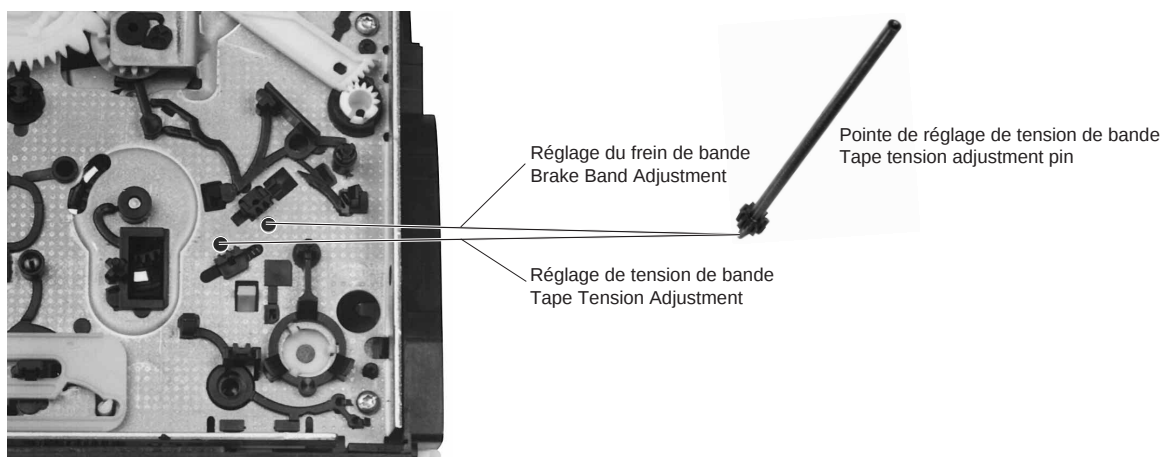
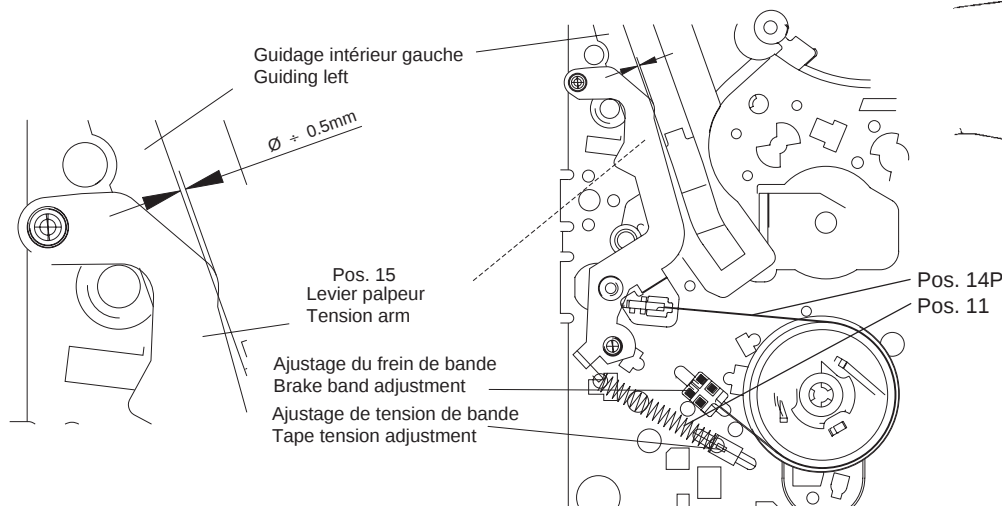

Fig. 26
Fig. 27
- A l'aide de l'outil de réglage de tension de bande (depuis la partie inférieure de la mécanique, Fig. 26) régler le frein (Fig. 27, Pos. 14P) de telle sorte que le bras du palpeur de tension de bande (Pos. 15) se superpose avec l'arrêt de guidage intérieure gauche du rail de gauche (Fig. 27).
- A l'aide de l'outil de réglage régler le ressort (Fig. 27, Pos. 11) sur une traction de bande de $0,24N \pm 0,02N$ ($24g \pm 2g$) (Fig. 27).